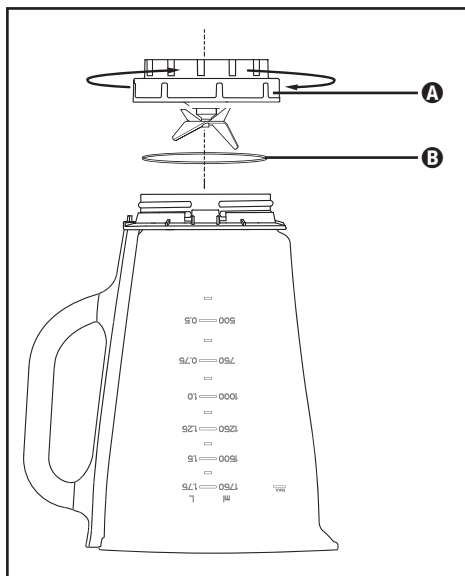

Fig. 3
- 2) Renversez l'appareil et tournez le bloc de lames **A** dans le sens anti-horaire afin qu'il se détache du bol mixeur **3** (voir fig. 3).